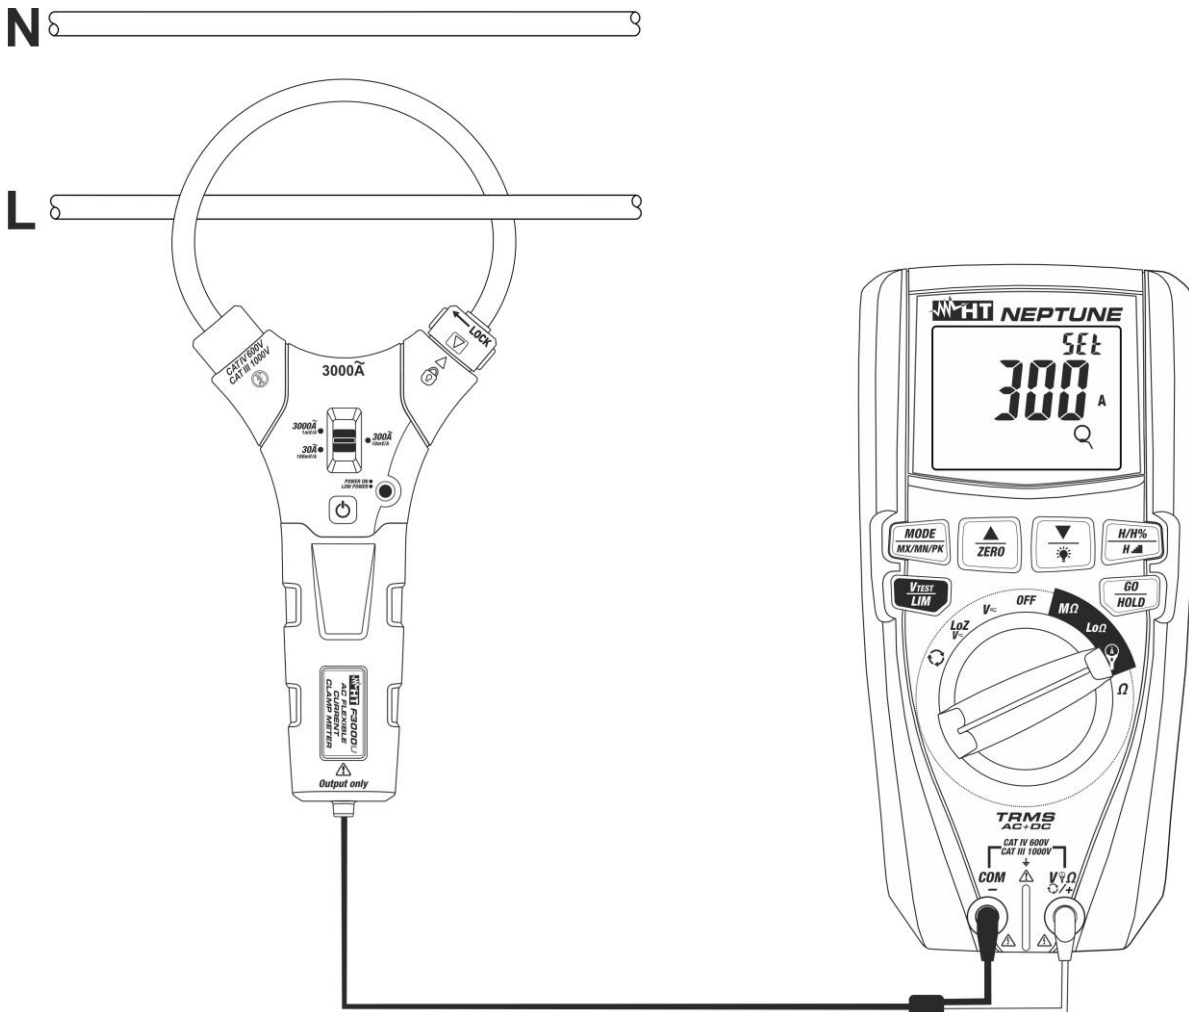
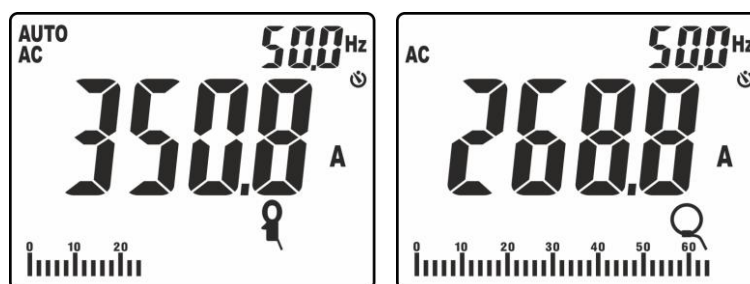

Abb. 36: Verwendung des Geräts für Strommessung mit Strommesszange
Abb. 37: Ergebnis der AC Strommessung mit Standard-Zange und flexibler Zange
8. Positionieren Sie das Kabel in der Mitte der Zange (siehe Abb. 36). Der Stromwert erscheint in der Abb. 37